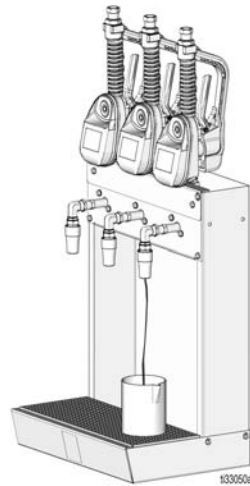

图 18
2. 在每个机油架上的排泄阀下面放一个容器（图 18）。打开喷嘴。
3. 拉动扳机，尽可能将管道内剩余的流体排出（图 18）。